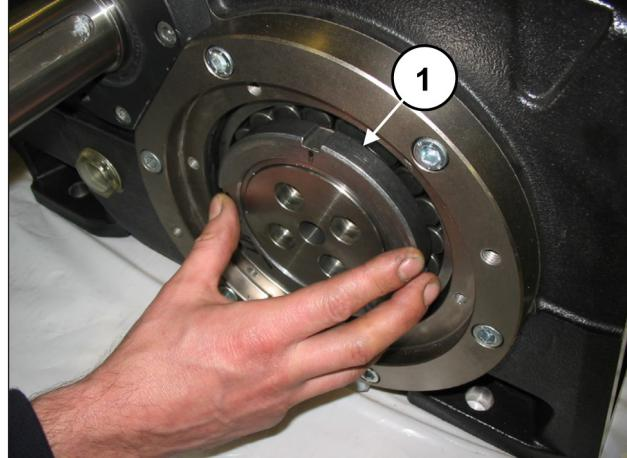
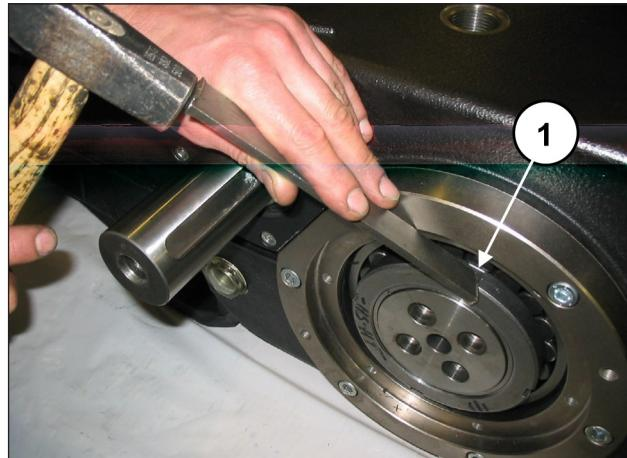

Fig. 15
Fig. 16
Sur un côté, visser une bague type SKF KM20 sur la douille de pression (rep. ①, Fig. 15) puis débloquer la douille à l'aide d'un outil à inertie (rep. ①, Fig. 16) sans la dégager.